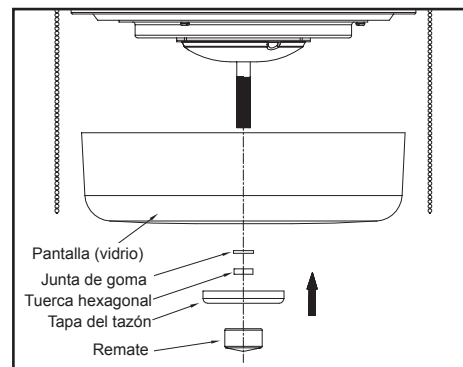

Figura 15
5. Retira la junta de goma, la tuerca hexagonal, la tapa del tazón y el remate de la boquilla roscada del conjunto del soporte del kit de luces. Coloca el tazón de vidrio sobre la boquilla roscada. Vuelve a instalar la junta de goma, la tuerca hexagonal, la tapa del tazón y el remate para asegurar bien el tazón de vidrio. (Figura 15)